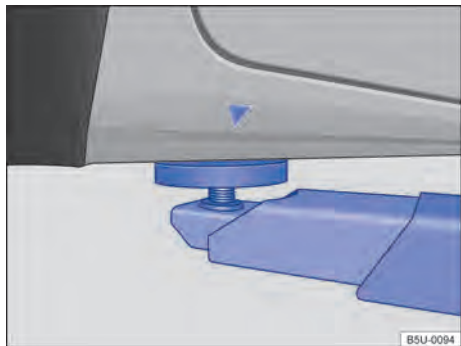
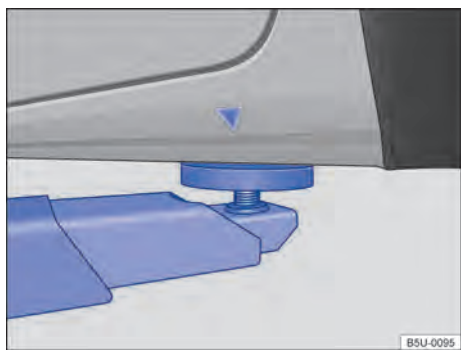

Fig. 225 Pontos de apoio dianteiros para a suspensão com plataforma elevatória ou com macaco.
Fig. 226 Pontos de apoio traseiros para a suspensão com plataforma elevatória ou com macaco.
O veículo deve ser suspenso somente pelos pontos indicados nas figuras → Fig. 225 e → Fig. 226. Se o veículo não for suspenso pelos pontos indicados, podem ocorrer danos no veículo → **!** e ferimentos graves → **⚠**.
- Suspender o veículo somente pelos pontos indicados nas figuras → Fig. 225 e → Fig. 226. Se o veículo não for suspenso pelos pontos indicados, o veículo poderá cair da plataforma elevatória quando, por exemplo, o motor ou a suspensão for desmontado.
❶ NOTA